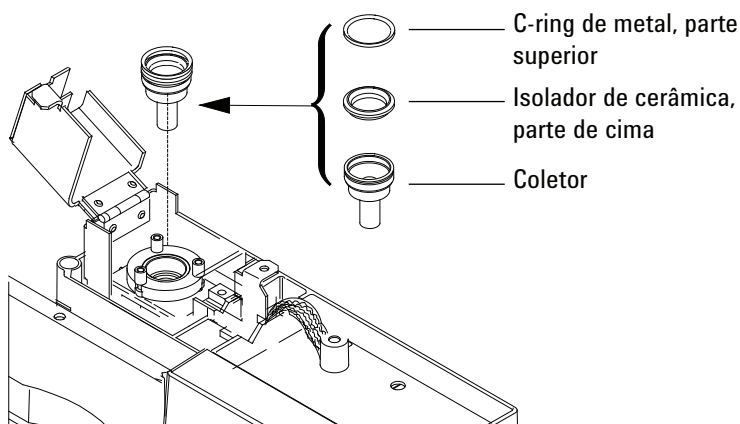

Figura 7 Coletor do NPD, isolador superior e anel de metal em "c"
- 20 Instale o anel de metal em "c" inferior, o isolador de cerâmica inferior e o anel de metal em "c" superior. Consulte a Figura 7.